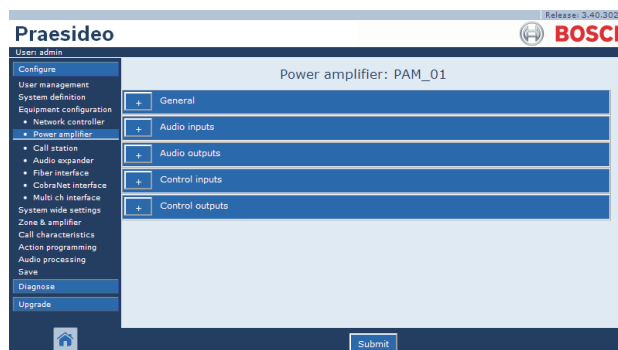

figura 44.11: Configurar um amplificador de potência, passo 2
- 2 Clique no nome do amplificador de potência que pretende configurar. Aparece um ecrã semelhante ao da figura 44.11 na moldura principal da interface da Web.